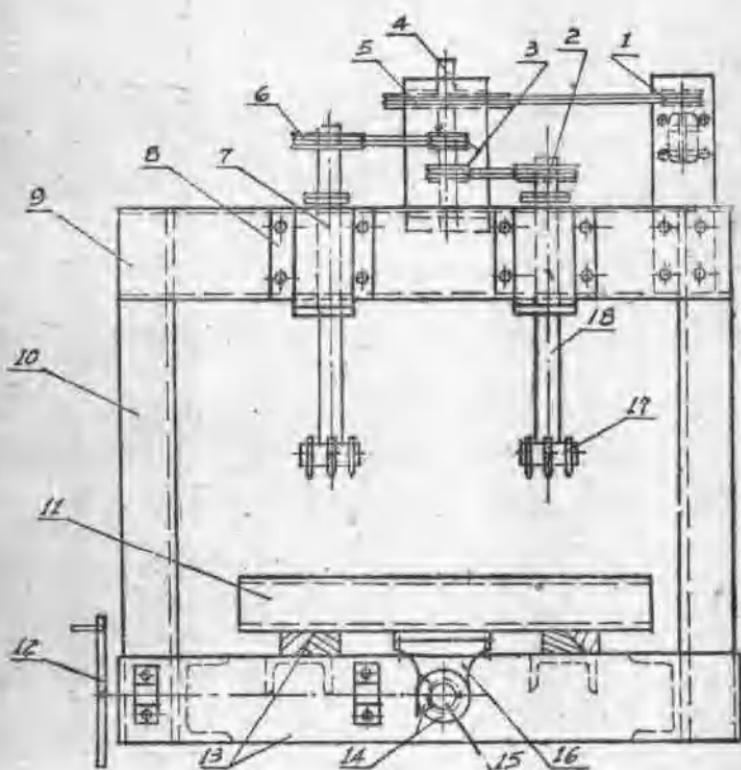

图8 简易双头龙门铣床
武汉鼓风机厂在生产高压离心通风机时，焊接好以后，上部平面需要进行加工。这个部件外形尺寸较大，没有这样大的设备。在困难的面前，他们没有低头。涂师傅终于设计出了这台双头龙门铣床。经过使用，效果良好，结构简单，大部结构是采用钢板（见图8）。它的各部件是：①马达皮带盘（马力3匹），②、③主轴三角皮带盘，⑤、⑥从动轴三角皮带盘，④从动轴，⑩、⑪主轴，⑧主轴承座，⑨上横梁，⑩支柱，⑪上滑板，⑫纵向进刀手柄，⑬底架和下导轨，⑭锥齿轮，⑮纵向走刀丝杆，⑯纵走刀丝杆轴承支架，⑰刀头。